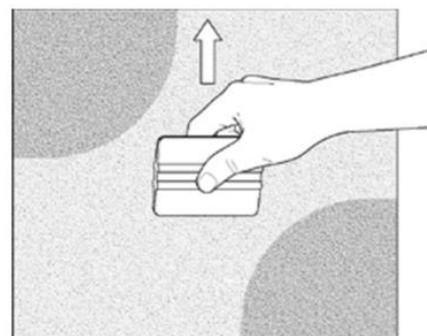

Figura 3
3. Esercitare una forte pressione con la spatola con tratti sovrapposti. Se possibile, iniziare dal centro dell'elemento grafico, spatolando sempre in direzione del bordo facendo il minor percorso possibile. Tenere la pellicola rimanente lontano dalla superficie. Vedere figura 3.
Note: Spatolare come mostrato nella figura 3, piuttosto che spingere. Spingere può allungare la grafica.